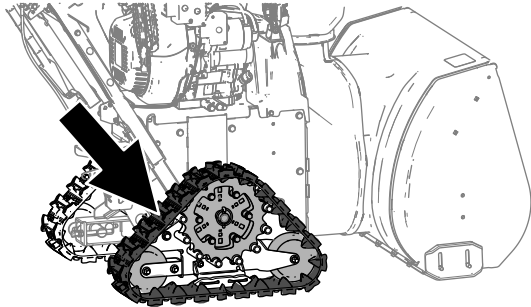

Bild 25
2. Bringen Sie eine Kraft von 44 N zwischen der mittleren und hinteren Laufrädern auf (Bild 25).